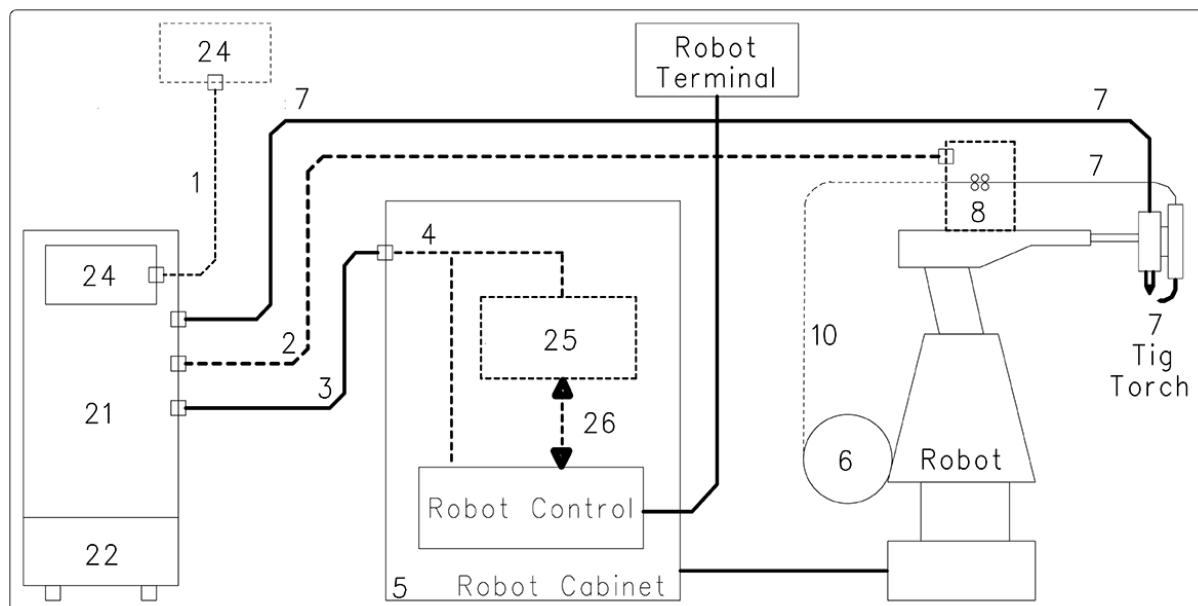

fig. 2
Está compuesto por un Generador, con Panel de Control integrado, por un Grupo de Enfriamiento, un Carro Arrastrahilo (opcional) y si necesario, por una Interfaz Robot (fig. 2).
NOTA: Si el Control Robot (Robot Control en fig. 2) tiene la línea de comunicación de tipo CANopen DS401, la interfaz (25) y el cable (26) no están necesarios.
3.1 Puesta en marcha (fig. 2).